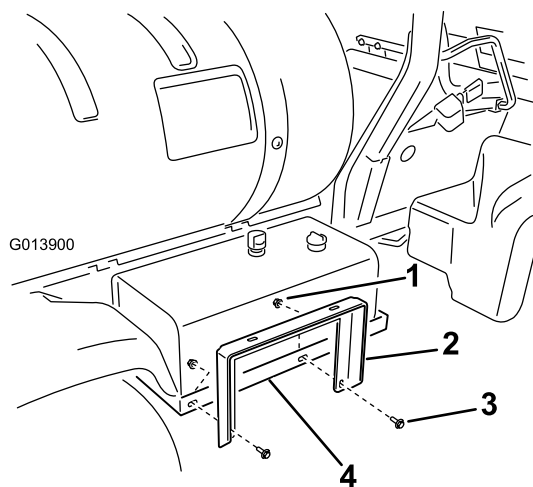

图8
1. 用 2 个凸缘头螺栓 (3/8 x 1 英寸) 和 2 个凸缘螺母 (3/8 英寸) 将软管卷支座安装到液压油箱支架（图8）上。出于随后调整考虑，不要完全旋紧螺母。
3. 使用 2 个凸缘头螺栓 (3/8 x 1 英寸) 和 2 个凸缘螺母 (3/8 英寸) 将软管卷支座安装到软管卷箍带 (图8) 上。